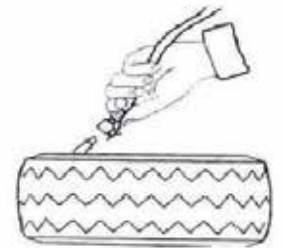

Figure 18
2. Desserrez le silencieux de la valve (A) sur la pédale d'ouverture/fermeture des mâchoires et de la pelle du décolle-talon (fig. 18).